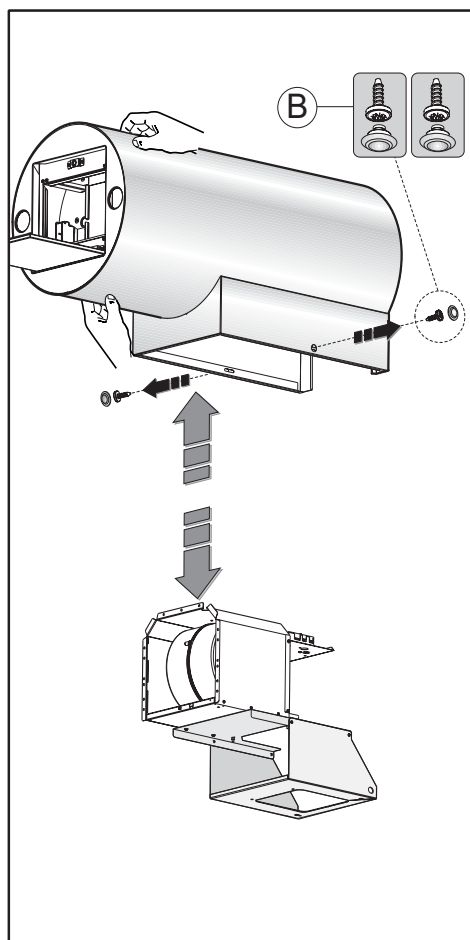

Fig.4
- Separare la scocca dalla struttura, togliendo i tappi e poi le viti **B** indicate nella fig. 4.